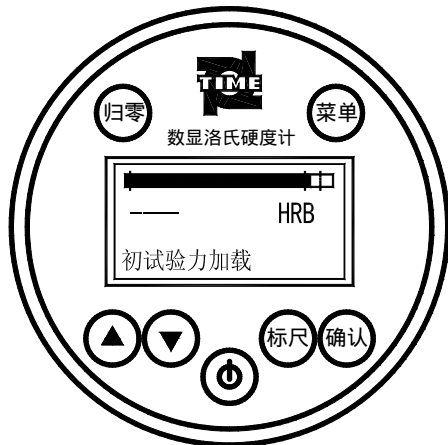
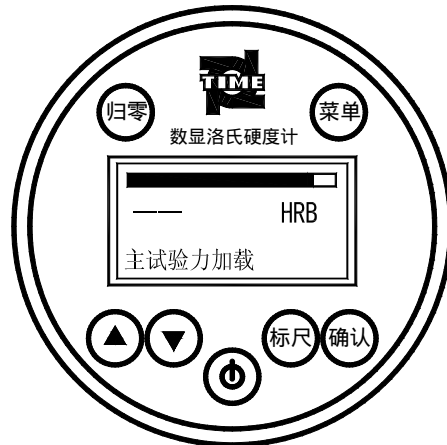

图 5.3 初试验力加载
图 5.4 主试验力加载
- 5.5 加载时间的校验可以通过缓冲器上的油针旋出或旋入程度来调整。具体方法是：装上球压头，选择 980.7N 试验力，设置标尺为 HRB、测量方式为手动测量，将 B 标尺硬度块放在样品台上，上升样品台。待试块和压头接触后连续施加初试验力，同时观察表头指示进度条开始向右增加，直到硬度指示进度条至右侧两条虚线中间位置停止，见图 5.3（注意：加初始试验力过程应该平稳连续，在进度条指示达到规定位置以前，不能有较长时间的停顿，否则将提示本次测量无效！），屏幕将变成图 5.4 样子，提示主试验力加载。